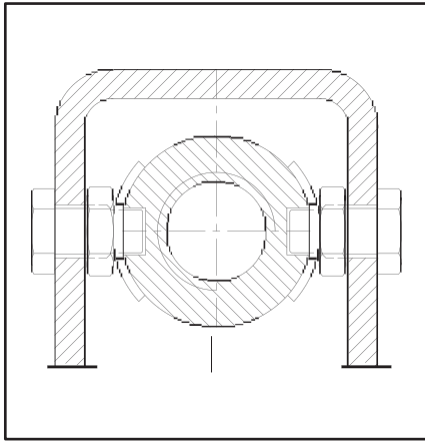

Fig. 65 Muttrar på lyftmuttern
- Använd en momentnyckel inställd på ca. 20 Nm för att kontrollera att muttrarna (pos. 1 Fig. 65) är tillräckligt hårt åtdragna.